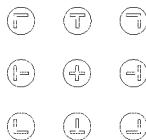

Рис. 21. Кнопки задания фиксированной позиции
- Кнопками установки положения² на пульте ДУ (см. рис. 21). Кнопки позволяют разместить участок увеличения в одну из заранее определенных позиций³.